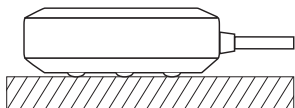

Рис. 5. Установка датчика на полу.
- Установка датчика на полу контактными пластинами вниз (см. рис. 5). Провод свободно лежит на полу. Точечные выступы на корпусе датчика не позволяют контактным пластинам касаться пола, что предотвращает ложное срабатывание датчика.